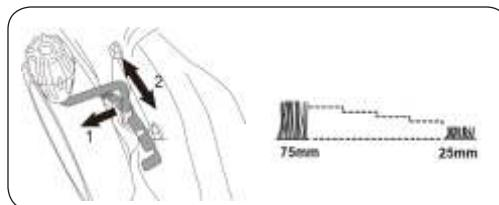

Рис. 12
**РЕГУЛИРОВКА ВЫСОТЫ СКАШИВАНИЯ (Рис. 12).****⚠ ВНИМАНИЕ**